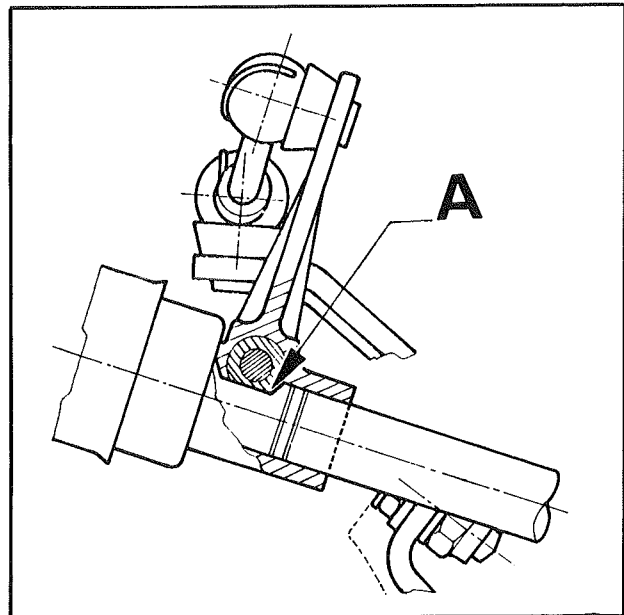

Fig. 1
Pour obtenir une bonne répartition de la sélection, s'assurer de l'appui correct de la clavette (A) (Fig. 1) sur le flanc du méplat.